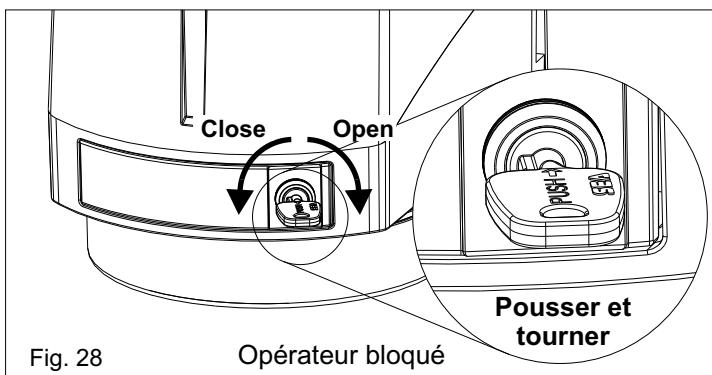

Fig. 28
- Déverrouiller le moteur (voir Fig. 28, 29, 30 et 31).
- Insérer, **pousser** et tourner la clef dans le sens d'aiguilles d'une montre à 90° (Fig.28).